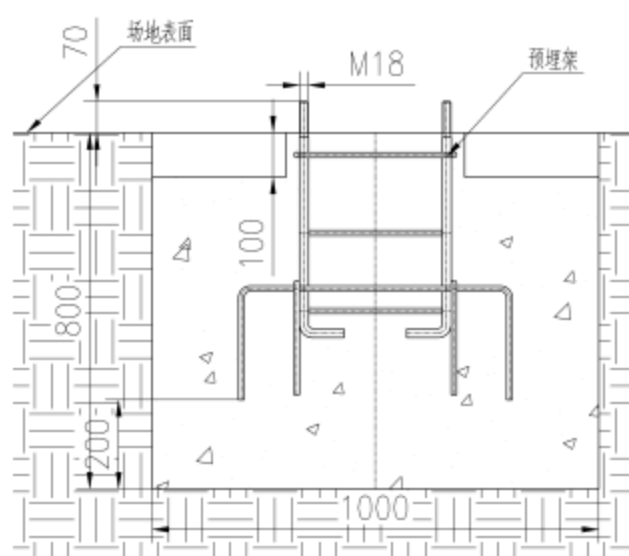

图5
4) 向混凝土基坑中浇注混凝土，浇注至距场地表面100mm处（如图5）；